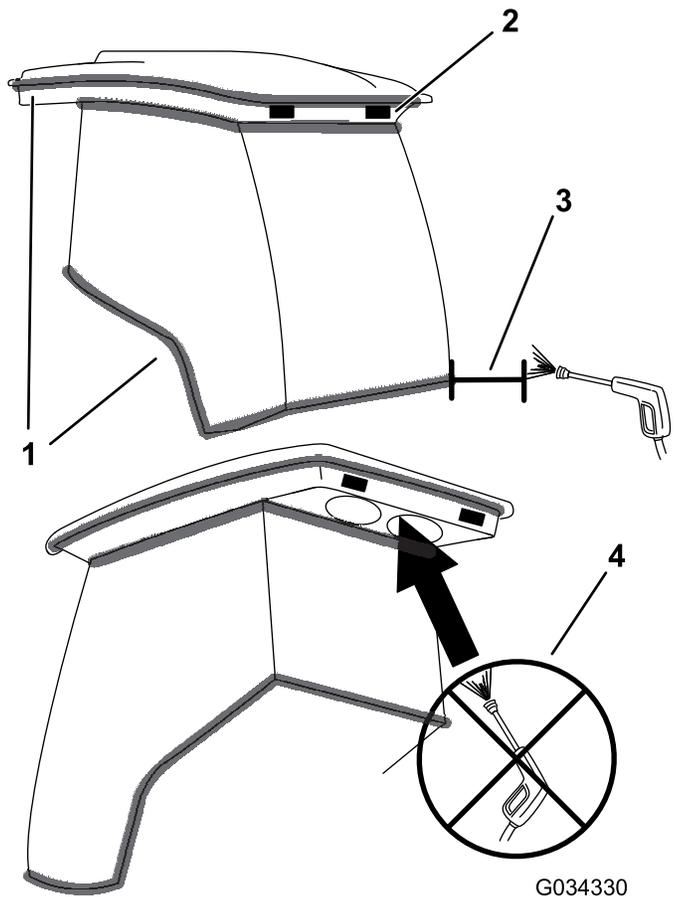

Рисунок 98
**Внимание:** Соблюдайте меры предосторожности при очистке в зонах вокруг уплотнений и осветительных приборов на кабине (Рисунок 98). При использовании воды под давлением, держите распылитель на расстоянии не менее 0,6 м от машины. Не направляйте воду под давлением непосредственно на уплотнения и осветительные приборы кабины или под заднюю выступающую часть.